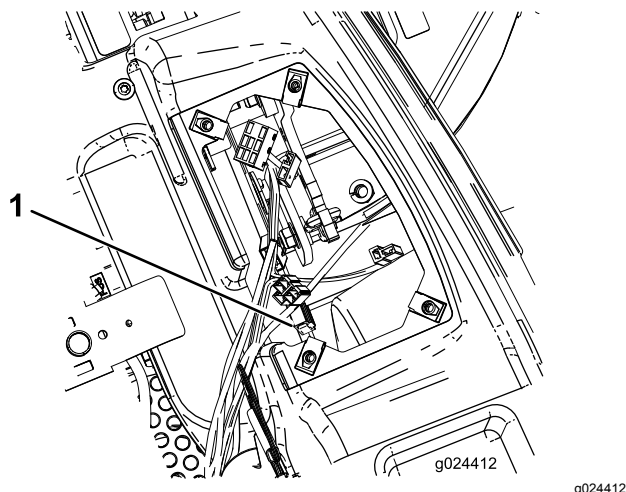

**Figura 46**
**Nota:** Los fusibles están situados en la consola de la derecha, junto al asiento (Figura 46).
4. Alinee el fusible nuevo con la ranura del bloque de fusibles (Figura 46).
5. Inserte el fusible a presión en el bloque de fusibles hasta que esté correctamente asentado (Figura 46).